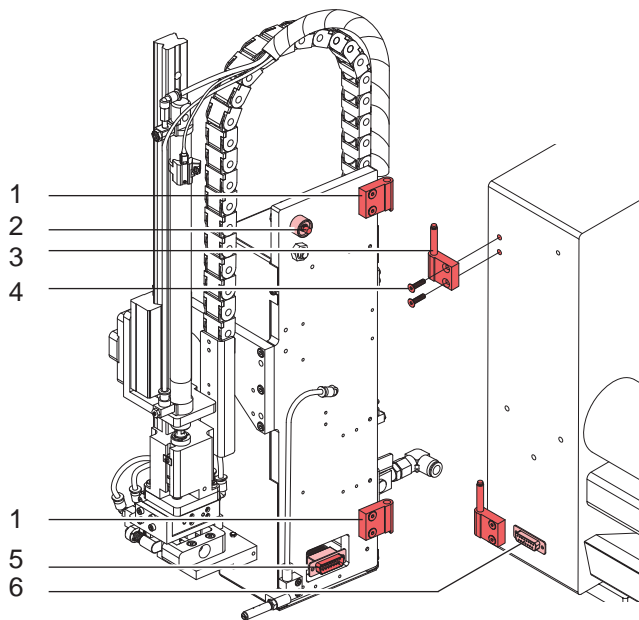

Bild 4 Montage und Anschlüsse
1. Scharniere (1 und 3) wie in Bild 4 montieren.
2. Applikator mit den Buchsenteilen der Scharniere (1) in die Achsenteile der Scharniere (3) einhängen.
3. SUB-D15 Applikator-Drucker Verbindungsstecker (5) in die Anschlussbuchse (6) am Drucker stecken.
4. Applikator zum Drucker schwenken und mit der Rändelschraube (2) am Drucker fixieren.